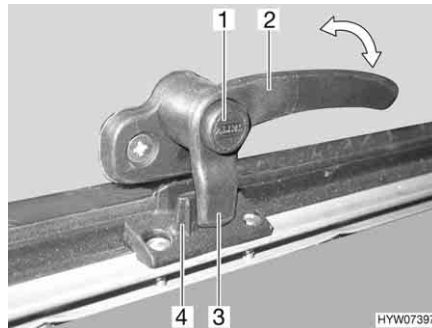
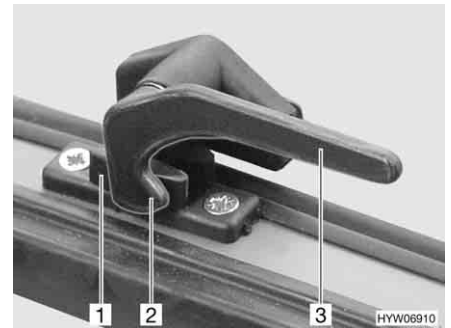

Bild 101 Låsarm med låsknapp i läget "stängd"
Bild 102 Låsarm i läget "stängd"
- Tryck på låsknappen (Bild 101,1) om sådan finns och håll den nedtryckt.
- Sväng låsarmen (Bild 101,2 eller Bild 102,3) ett kvarts varv mot fönstrets mitt.
- Sväng låsarmen (Bild 101,2 eller Bild 102,3) ett kvarts varv mot fönsterkarmen. Låsspaken (Bild 101,3 eller Bild 102,2) på låsarmen sitter helt på fönsterlåsets insida (Bild 101,4 eller Bild 102,1).
- I läget "helt stängt" (Bild 101 och Bild 102)